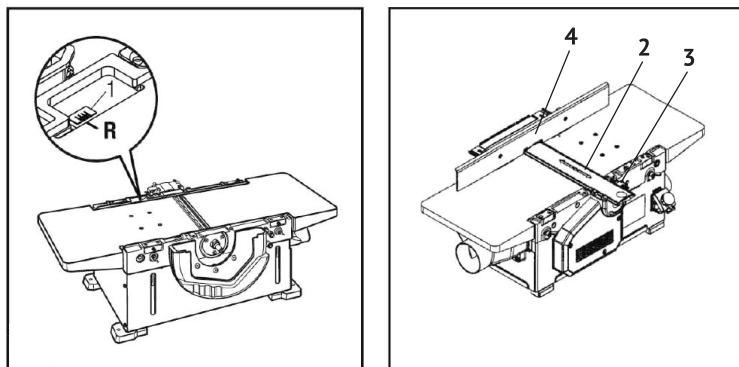

Рис. 3
- вращением ручки, переместить стол подвижный (6) (рис. 1а) на необходимую глубину строгания, совместив риску R на лыже с необходимым значением штриха на шкале (1) (рис. 3);
Перед началом работы необходимо установить защитный кожух 2 (рис. 3), входящий в комплект поставки станка. Защитный кожух 2 предназначен для защиты от вращающегося во время работы станка ножевого вала. Он устанавливается между крючками-зацепами на кожухе, расположенном на передней панели станка и фиксируется скобой с помощью гайки-барашка 3 (рис. 3).
должен закрывать нерабочую часть вращающихся ножей. Для установки ограждения в нужное положение необходимо отвернуть гайку-барашек 3 (рис. 3), переместить ограждение вдоль ножевого вала, затянуть гайку-барашек 3 (рис. 3). По окончании работы и во время перерывов в работе, ограждение должно полностью закрывать ножевой вал.
Параллельный упор 4 (рис. 3) предназначена для направления материала при строгании и обеспечивает функцию строгания под углом. Параллельный упор 4 (рис. 3) крепится двумя винтами и шайбами к правой «щеке» станка. Параллельный упор устанавливается как перпендикулярно к плоскости стола, так и под углом. Для строгания под углом необходимо ослабить крепление гаек-барашков основания параллельного упора, установить параллельный упор по шкале на нужный угол, затянуть гайки-барашки.
- снять защитный кожух 2 (рис. 3), закрывающее ножевой вал. Защитный кожух не используется при глубине пиления более 65 мм. При глубине пиления менее 65 мм, следует установить ограждение, расположив его под пильным столом;